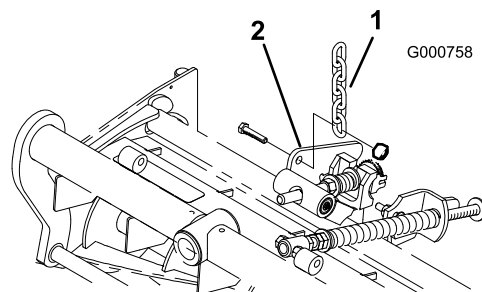

Figura 17
12. Togliete il dado che fissa la staffa di montaggio della molla di compensazione del manto erboso all'attacco dello stabilizzatore dell'apparato di taglio (Figura 17). Montate la catena del ribaltatore sulla vite a testa cilindrica e fissatela con il bullone tolto in precedenza.